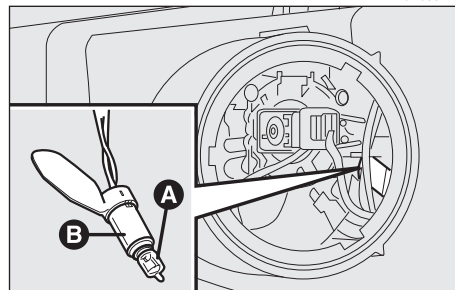

fig. 28
- Estrarre la lampada (A-fig. 28) dal portalampada (B), spingendola leggermente e ruotandola in senso antiorario.
- Sostituire la lampada e reinserire il portalampada (B-fig. 28) nella sua sede.